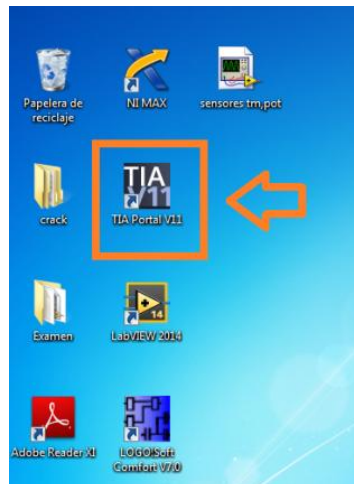

Figura 125: Software TIAPORTAL.
8. Seleccionar el software TIA PORTAL Figura 125.